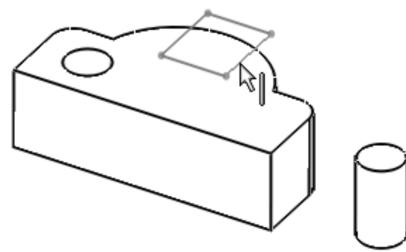

图 1-57 选择草图曲线作为修改对象
- 10 在图形区中选择草图曲线作为特征修改对象（选择时要注意指针位置），如图 1-57 所示。